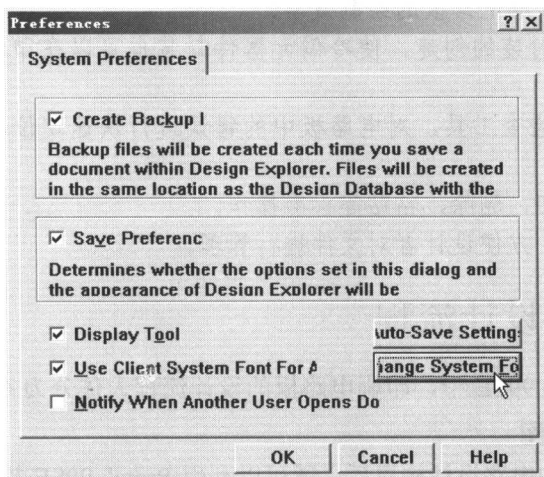
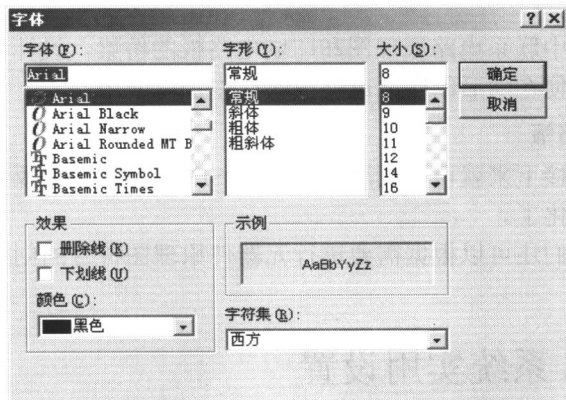

图1-1 未修改字体时的对话框
图1-2 【字体】对话框
很多用户在安装完 Protel 99SE 之后会发现一些文字显示不全，例如如图 1-1 所示中鼠标指针所指的按钮【Change System Font】，这样在一定程度上会影响使用效果。用户可以对系统文字进行恰当的设置，以避免这一现象发生。
1. 单击【Design Explorer】窗口左上角的 按钮，在下拉菜单中选择【Preferences...】命令，弹出系统设置对话框，如图 1-1 所示。
2. 单击【Change System Font】按钮，弹出【字体】对话框，如图 1-2 所示，在该对话框中选择合适的字体。
3. 按照图 1-2 中的选择进行设置并单击 **确定** 按钮，关闭字体设置对话框，此时系统字体不会马上变化，单击图 1-1 中的 **OK** 按钮确定更改。